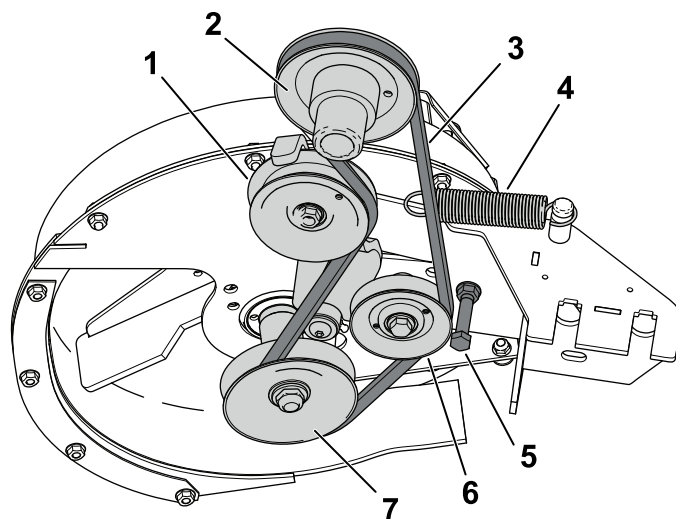

Figura 40
3. Allentate o rimuovete il guidacinghia (Figura 40).
4. Tirate indietro la puleggia tendicinghia a molla, per allentare la tensione della cinghia (Figura 40).
6. Montate la nuova cinghia sulla puleggia del soffiatore (Figura 40).
7. Serrate o montate il guidacinghia (Figura 40).